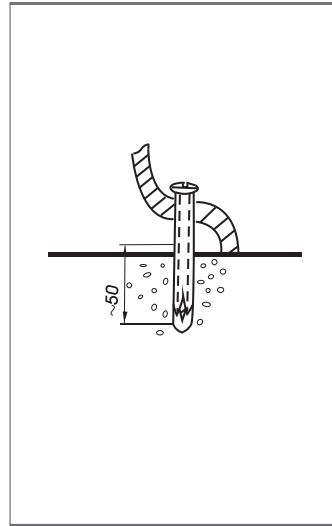

Рис. 4
4. Крепеж изделия (**рис. 4**). Изделие крепится к полу на 2-х винтах. Не рекомендуется устанавливать изделия на/в свежее уложенный бетон. **Внимание!** Перед установкой арматуры в бачке унитаза-компакта удалите прокладочный материал, размещенный между бачком и крышкой унитаза. Прокладочный материал в дальнейшем в сборке унитаза-компакта не используется и подлежит утилизации.